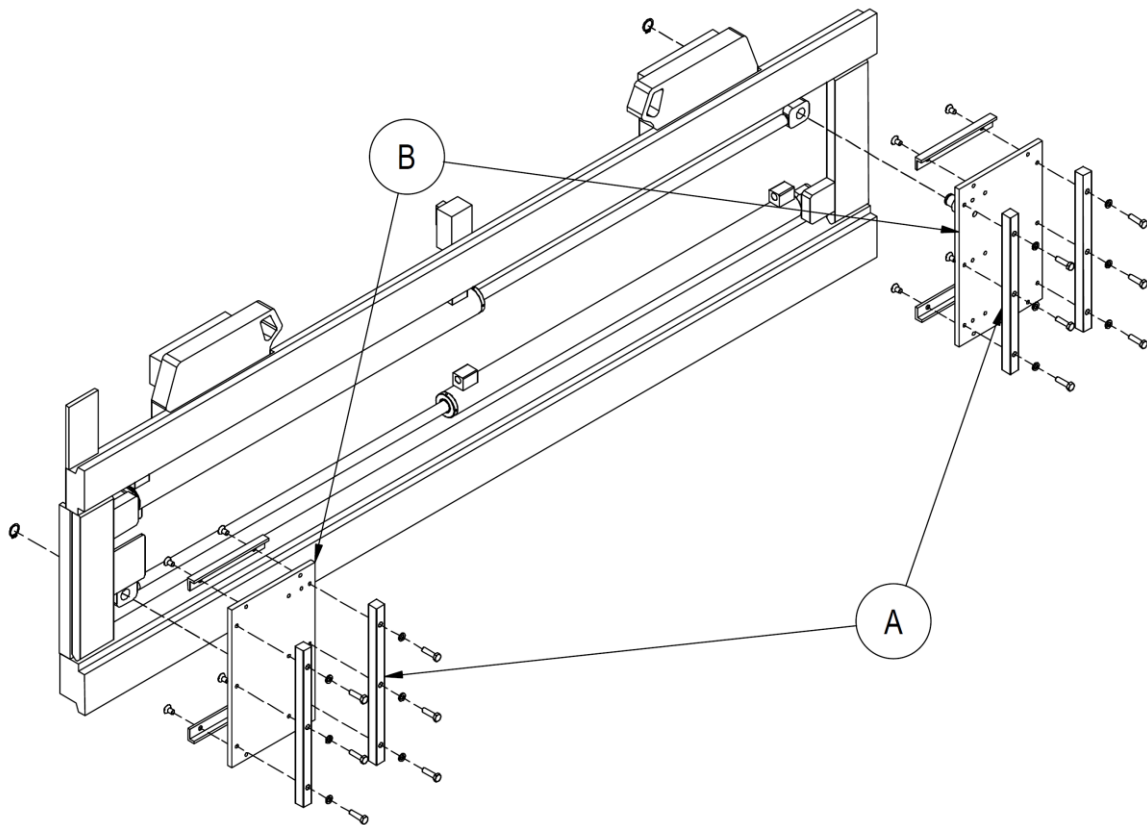

Figura 18
2. Rimuovere i fermi forca **A** e successivamente i piattelli di trascinamento **B**, come mostrato nella *Figura 18*.